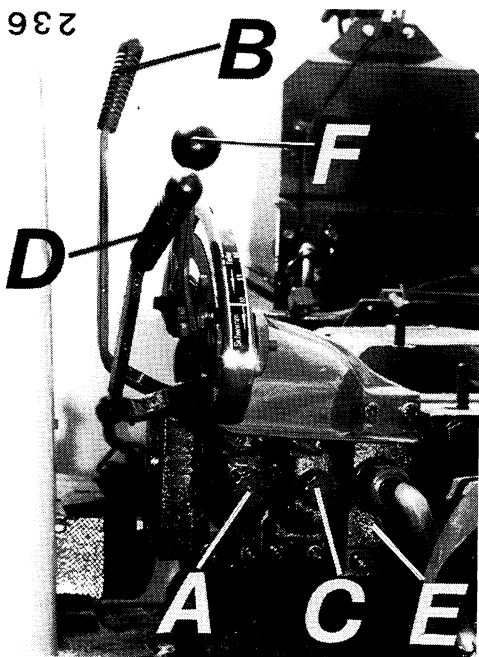

Abb. 12
Erster Ventilblock (E/10 bzw. E/11 und Abb. 12)
Anbau maximal 2 HY/SRZ-Zusatzventile¹⁾ und 1 Mäh-Aushubventil (Ventil-lage 1, 2 und 3, E/10 bzw. E/11) an das Regelsteuergerät (A/10 bzw. A/11 und Abb. 12).
Doppeltwirkende (dw-) Zusatzventile HY/SRZ im ersten Ventilblock (Abb. 12) mit Rastung in "Heben", "Drücken" (Absenken) und "Schwimmstellung".
Das Stromregelventil zweigt grundsätzlich den Konstantstrom nur dann ab, wenn das sw-Zusatzventil (A/13) auf "Heben" steht. Der Rest- bzw. Vollstrom wird zu den HY/SRZ-Zusatzventilen im ersten Ventilblock (Abb. 12) oder zum Kraftheber (F/12) geleitet.
d) HY/SRZ - Zusatzventile im ersten Ventilblock (E/10 und E/11 bzw. Abb. 12)
Die Restölmenge wird zu den HY/SRZ-Zusatzventilen im ersten Ventilblock (Abb. 12) oder zum Kraftheber (E/12) geleitet.